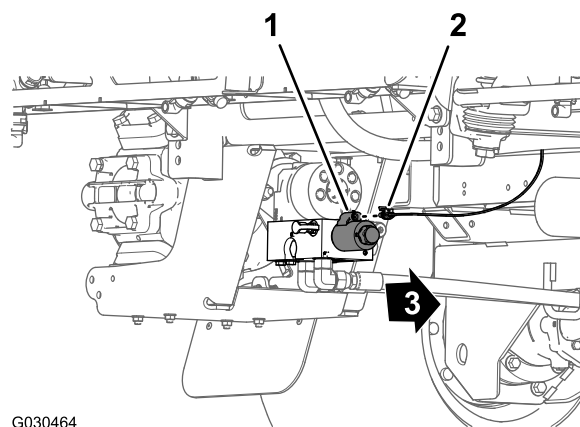

Figura 25
5. Nella parte posteriore della macchina, all'interno della pompa dell'irroratrice, scollegate il connettore a 2 prese del cablaggio preassemblato posteriore dal connettore a 2 pin del relè della pompa (Figura 25).